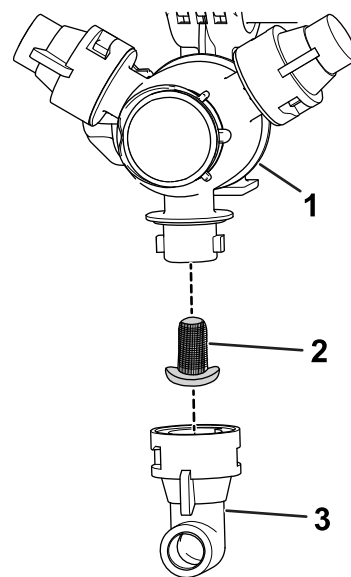

Figure 52
2. Déposez la buse de la tourelle de pulvérisation (Figure 52).
3. Déposez le filtre de buse (Figure 52).
5. Montez le filtre de buse (Figure 52).
6. Montez la buse sur la tourelle de pulvérisation (Figure 52).